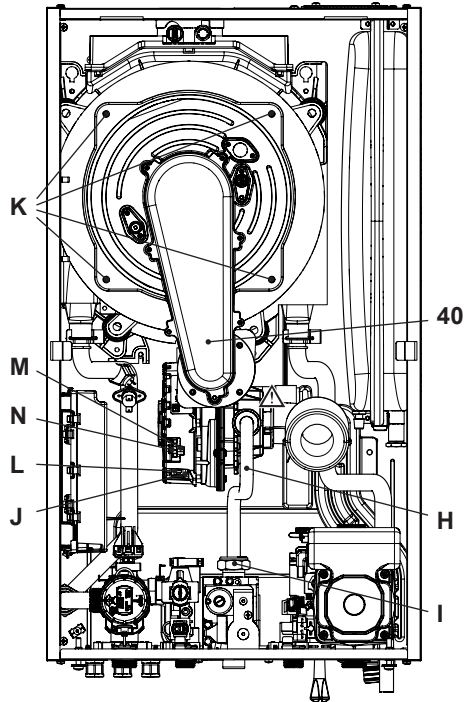

Figura 9.11
Rimozione del gruppo bruciatore ventilatore 40 in Figura 9.11.
- Inserire un cacciavite piano nella rientranza J del connettore L e fare leva verso il basso, contemporaneamente scollegare il connettore L tirandolo frontalmente (Figura 9.11).
- Scollegare il connettore del ventilatore **M** premendo il gancio in plastica **N** posizionato nella parte sottostante del connettore (Figura 9.11).
- Svitare i dadi **K** e rimuovere il gruppo bruciatore ventilatore 40 (Figura 9.11)